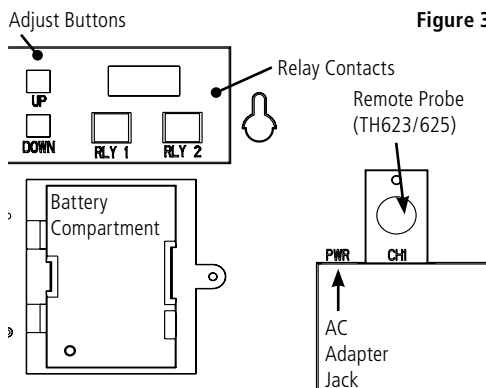

Figure 3
3. Insérez une pile 9V/AA et branchez l'adaptateur AC. (Veuillez consulter la figure 3)
- b. (Cette fonction ne devrait être utilisée que pour l'affinage de l'ajustage) Pour ajuster l'heure du graphe, pressez et maintenez enfoncés les boutons ADJUST-UP et ADJUST-DOWN situés à l'arrière de l'unité près du commutateur Dip (Veuillez consulter la figure 3). La diode LED verte clignotera rapidement pendant près de cinq secondes puis restera au vert. Dans cet état, le bouton ADJUST-UP fera avancer le graphe (dans le sens des aiguilles d'une montre) et le bouton ADJUST-DOWN le fera reculer (dans le sens contraire de celui des aiguilles d'une montre). Faites tourner le graphe jusqu'à arriver à l'heure correcte (et le jour, si cela est applicable) sur la flèche de durée sur le graphe. Une fois que vous avez configuré votre graphe, pressez le bouton PEN HOME pour sortir du mode d'ajustage de graphe (Chart Adjust). L'unité prendra une minute pour sortir du mode d'ajustage de graphe une fois que PEN HOME est pressé.
Pour configurer l'enregistreur TH6 pour votre application spécifique, vous pourriez avoir à changer certains réglages des commutateurs Dip. Les commutateurs Dip sont situés à l'arrière de l'unité (Veuillez consulter la figure 3). Utilisez un stylo ou un petit tournevis pour modifier les réglages des commutateurs. **Souvenez-vous d'installer le graphe correct correspondant au réglage du commutateur Dip.**